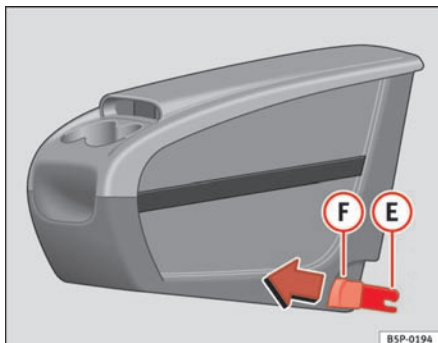
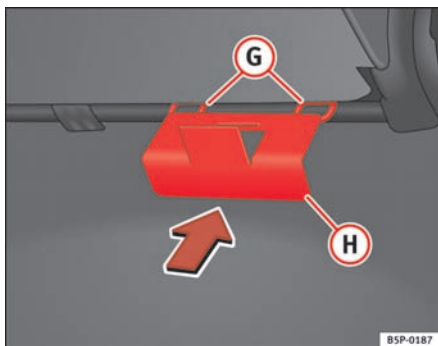

Fig. 109 Transportabel opbevaringsboks.
Fig. 110 Monteringsplade til transportabel opbevaringsboks
- Monter monteringspladen **(H)** ⇒ fig. 110 til den transportable opbevaringsboks inde fra kabinen gennem bagsiden af sædet. Pladen skal monteres mellem ryglænet og sædet i det midterste sædeområde.
- Sæt begge monteringsstykker **(E)** ⇒ side 137, fig. 109 sammen med monteringsringene **(G)** ⇒ fig. 110, og tryk hårdt, indtil begge clips er klemt helt ind i ringene.
- Træk hver af knapperne ⇒ side 137, fig. 109 **(F)** på clipsen (røde knapper) fremad, indtil du kan høre, de er gået ud af hak.